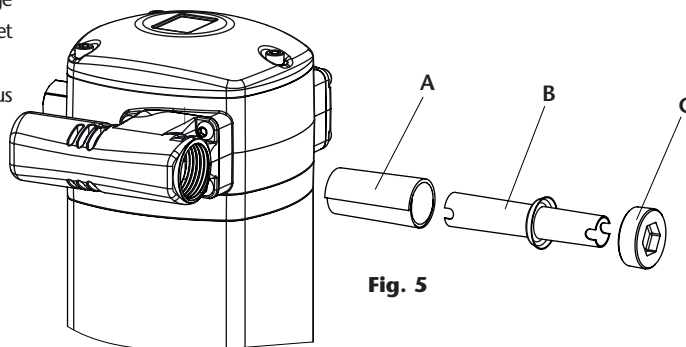

Fig. 6
NETTOYER LE SILENCIEUX (FIG. 6)
1. Dévissez les 4 vis (J) du couvercle (I) et retirez le couvercle.
2. Dévisser les 4 vis (A) du silencieux (B) et le retirer avec le joint (C) et le résonateur du silencieux (D).
3. A l'aide d'un outil en plastique, tapez doucement sur le coulisseau (H) du côté de son plus petit diamètre à travers le moteur (Fig. 6), retirez le coulisseau (H).
4. Remplacer les joints de glissière 2x(E), (F) et (G), ou remplacer la glissière complète (H) avec ses joints montés en usine (section KITS DE REMPLACEMENT). C'est l'option recommandée pour s'assurer que les joints sont correctement installés.